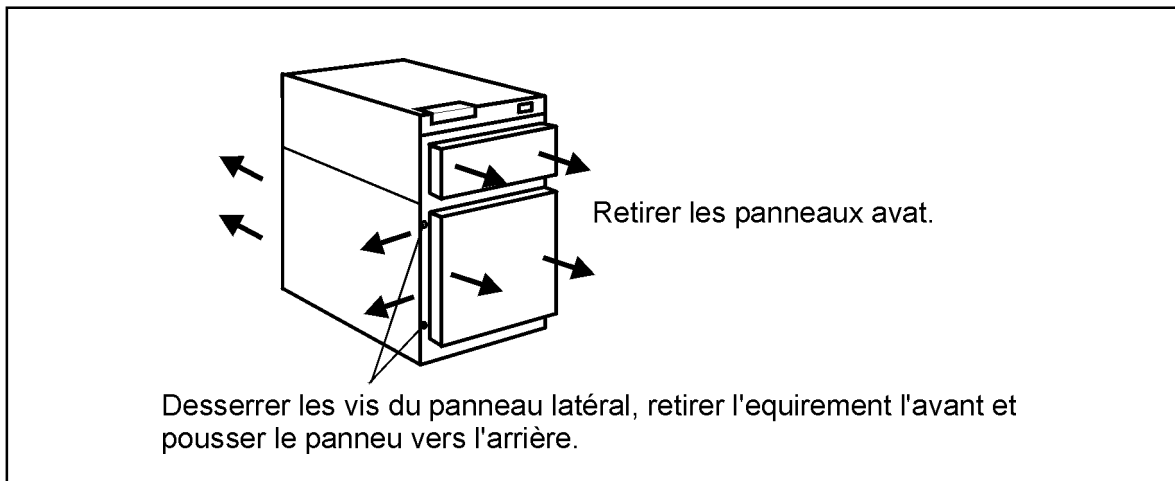

Fig. 4a Dépose des panneaux avant et ouverture du panneau latéral gauche
6. Retirer les panneaux avant et ouvrir le panneau latéral gauche (Fig. 4a).
- Enlever les panneaux avant de l'ASI, Fig. 4a